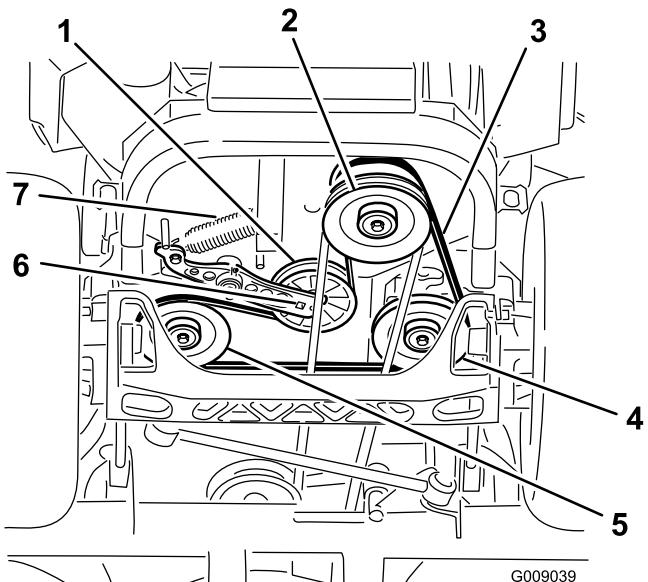

Figura 80
5. Utilice una llave de carraca en el taladro cuadrado del brazo tensor para retirar el muelle tensor (Figura 80).
6. Desenganche el muelle de la polea tensora del bastidor (Figura 80).
9. Utilizando la llave de carraca en el taladro cuadrado del brazo tensor, instale el muelle tensor en el bastidor (Figura 80).
4. Levante la máquina y apóyela sobre gatos fijos (Figura 80).